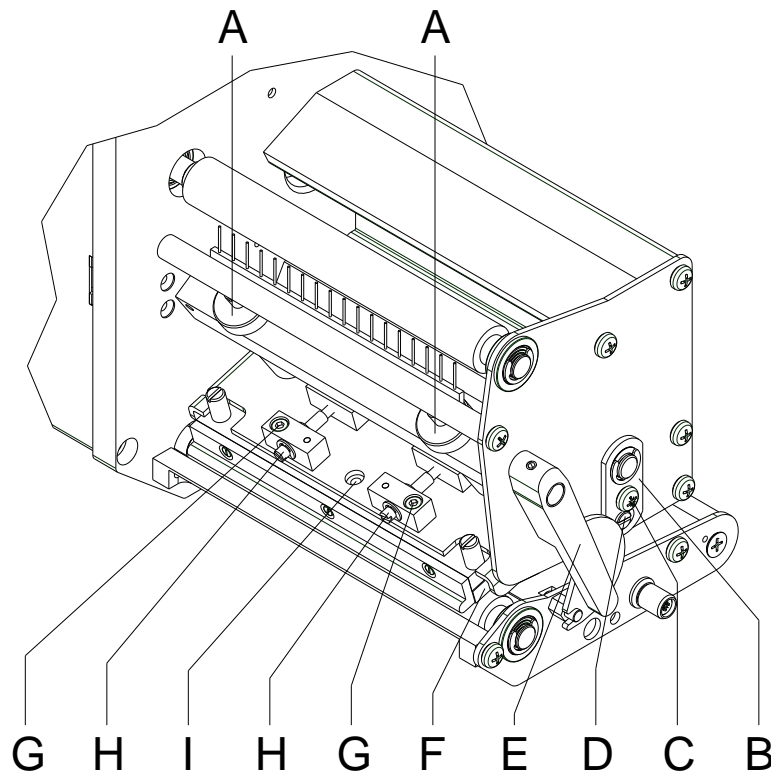

Abbildung 20
Falls nach Einstellen der Parallelität kein gleichmäßig starker Druck über die gesamte Druckbreite vorliegt, kann mit dem Stellblech (B, Abbildung 20) ein Ausgleich geschaffen werden.
1. Schraube (C, Abbildung 20) ca. ¼ Umdrehung lösen.
2. Exzenterbolzen (D, Abbildung 20) drehen, um einen Druckausgleich zu schaffen und solange nachstellen, bis ein gleichmäßiges Druckbild vorliegt.
3. Schraube (C, Abbildung 20) wieder anziehen.
1. Andruckschrauben (A, Abbildung 20) drehen, um den Druckkopfandruck zu verändern.
2. Drehen der Andruckschrauben (A, Abbildung 20) bis an den Anschlag im Uhrzeigersinn ergibt eine Andruckerhöhung von 10N gegenüber der Werkseinstellung.
3. Drehen der Andruckschrauben (A, Abbildung 20) genau eine Umdrehung vom Rechtsanschlag gegen den Uhrzeigersinn, ergibt die Werkseinstellung.